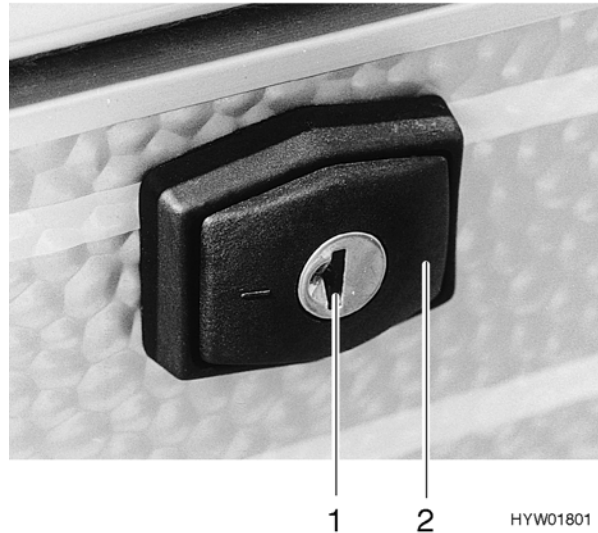

Bild 13 Klappenschloß, verschlossen
- ▷ Bei Regen kann Wasser in das geöffnete Klappenschloß eindringen. Deshalb den Schloßgriff (13,2) wie auf Bild 13 abgebildet schließen.